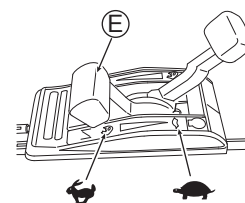

Abb. 12
- Vergewissern Sie sich, dass niemand hinter Ihnen steht, wenn Sie am Startergriff (V) ziehen.
- Umfassen Sie den Startergriff (V) mit festem Griff, wenn Sie daran ziehen.
- Lassen Sie den Startergriff (V) langsam zurück in die Ausgangsposition.
5. Lassen Sie den Motor etwas warmlaufen, bevor Sie die Maschine verwenden. Nach dem Warmlaufen des Motors können Sie mit dem Mähen beginnen, indem Sie den Gashebel (E) auf "II" stellen. (Siehe Abb. 12)